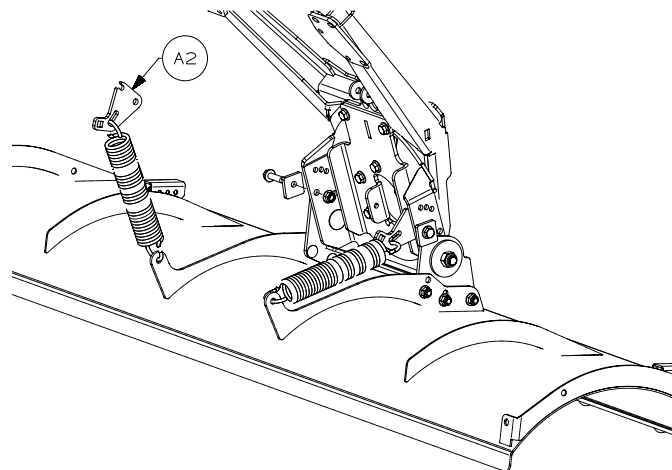
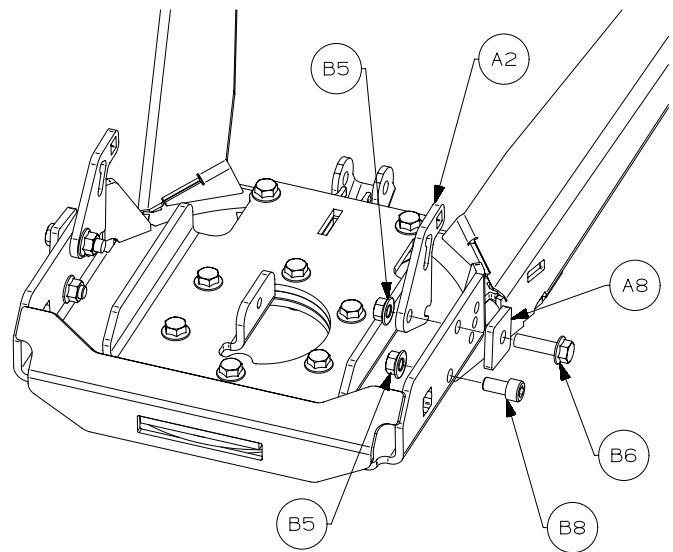

Abbildung 3
Abbildung 4
5. Die Schubstange muss sich nach vorne um die Muffe herum drehen können. Installieren Sie die Pflugfedern auf der Schar und der Federaufhängung (A2) auf Federn, wie in Abbildung 3 dargestellt.
6. Positionieren Sie die Federaufhängungen (A2) innen und die Stopfböcke (A8) außen am Rahmen, indem Sie die Befestiger (B5, B6) lose anbringen. Befestiger nicht festziehen. Die Stopfblockbefestiger sollten locker genug sein, damit sich die Stopfböcke über die Rippenbefestigungsplatten hinaus bewegen können (A6). Siehe Abbildung 3 und Abbildung 4 (Federn und Schar zwecks Übersichtlichkeit nicht dargestellt).
8. Installieren Sie die Befestiger (B5, B8) an der Schubstange. Ziehen Sie die Befestiger auf die angegebenen Drehmomente fest. Siehe Abbildung 4.